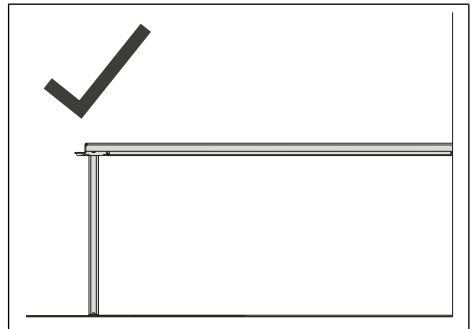

Рис. 6-22: Правильно установленная опора
- ▶ Правильно зафиксируйте опору в полу. При этом следите за правильной установкой опоры (см. "Рис. 6-22: Правильно установленная опора", стр. 73).